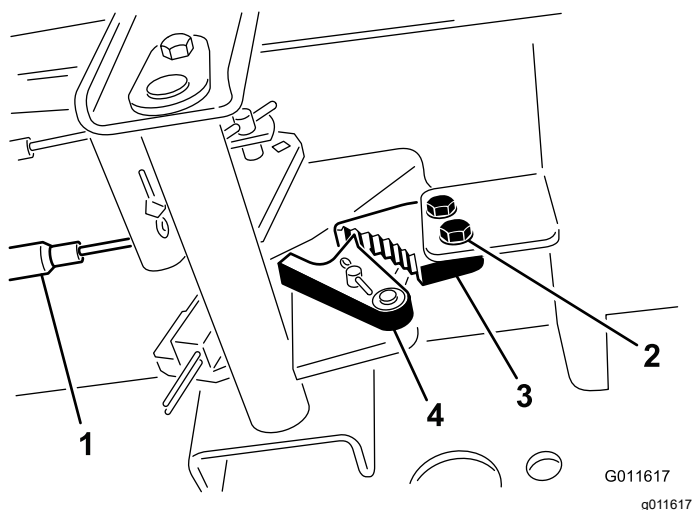

Рисунок 115
2. Ослабьте два винта крепления защелки стояночного тормоза к раме (Рисунок 115).
3. Нажимайте педаль тормоза вперед до тех пор, пока фиксатор тормоза не войдет полностью в зацепление с защелкой тормоза (Рисунок 115).